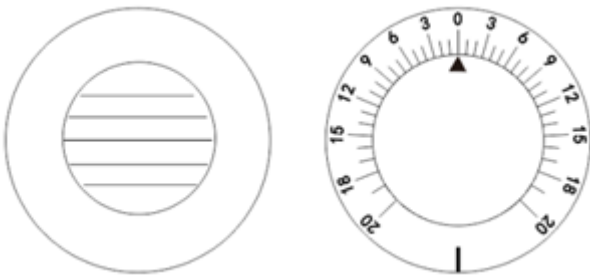
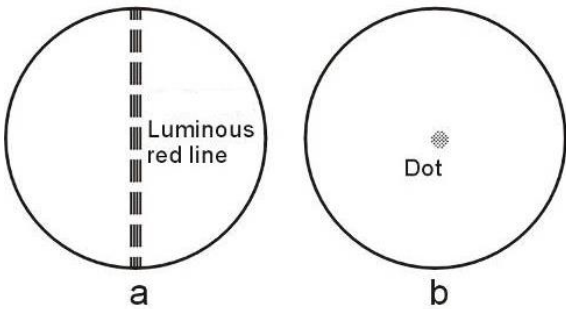
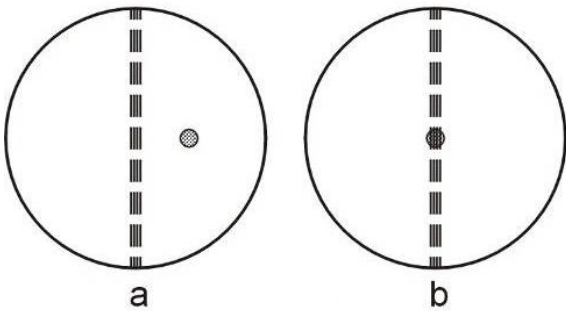
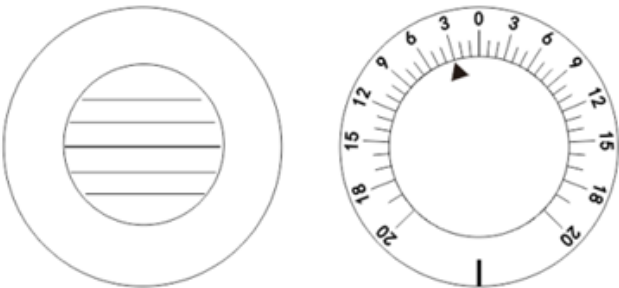

Abb.44
Abb.45
Abb.46
Abb.47
ein. Führen Sie zuerst eine horizontale Phoriemessung durch. Verfahren Sie gemäß (1) der Rotationsprisma-Methode, beschrieben in 6.8.5 Binocular Balance Test. Drehknopf für die Zusatzlinse drehen ②, und stellen Sie das rechte Auge auf MRRH (Abb. 44). Drehen Sie den Prismendrehknopf ① mit der Einstellung 0 auf dem Dreieckssymbol, das dem linken Auge zugewandt ist. Zünden Sie ein kleines Fixationslicht an der Position an, an der das Diagramm projiziert wird. Nun sieht das rechte Auge des Testpersonen eine rote vertikale Linie (siehe Abb. 45 a) und sein linkes Auge einen hellen Fleck (siehe Abb. 45 b). Sie sind wahrscheinlich (a) oder (b) von Abb.46. Der Lichtfleck bewegt sich auch, wenn der Prismendrehknopf ① wird gedreht. Bitten Sie den Patienten dann zu sagen, wann er das in Abb. 46 b gezeigte Bild sieht. Das Testergebnis ist in Abb. 47 dargestellt. Die Rotationsskala des Prismas wird als 2 angezeigt. Das Ergebnis von 2ΔI (Basis nach innen) steht für 2Δ Neigung nach außen.